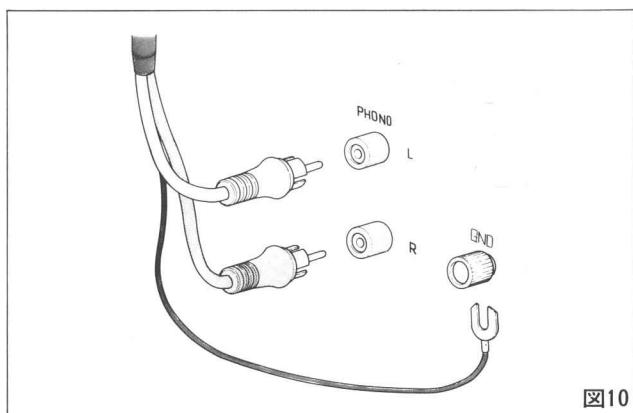

図10
- ① キャビネット背面より出ている出力コードのL、Rを間違えないように、アンプのリアパネル面PHONO端子へ接続します。ピンプラグ白がLチャンネル、赤がRチャンネルです。
- ② 出力コードより出ている黒のアース線をアンプのGND端子へ接続します。場合によっては接続しない方がハムに対してよい結果を得られることがあります。(図10)
- ③ プレーヤーの電源プラグをA.C.コンセント(又はアンプのリアパネル面予備電源コンセント)に接続します。